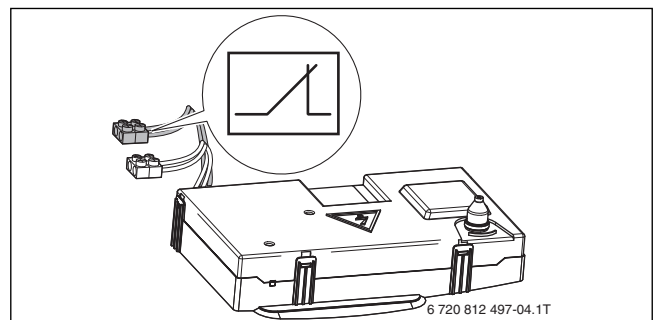

Рис. 16 Подключение реле контроля давления газа.
- ▶ Подключите реле контроля минимального давления газа непосредственно к клеммам (→ рис. 16, стр. 20).